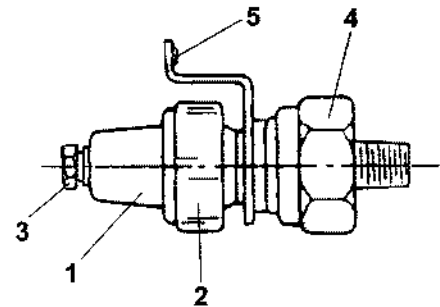

Рис. 38
- Измерьте сопротивление R1 между основным корпусом (Рис. 38, (2)) и выходной клеммой (Рис. 38, (3)) и между основным корпусом (Рис. 38, (4)) изоляционного переходника и клеммой заземления (Рис. 38, (5)) датчика (Рис. 38, (1)).
- Измерьте сопротивление R2 между клеммой (Рис. 38, (3)) и клеммой заземления (Рис. 38, (5)). Если измеренное значение превышает предельно допустимое значение, замените датчик.
- Установите датчик на двигатель (провода не **подключайте**), запустите двигатель и измерьте сопротивление R3 между клеммой (Рис. 38, (3)) и клеммой заземления (Рис. 38, (5)), когда двигатель работает. Если измеренное значение меньше допустимого значения, замените датчик.